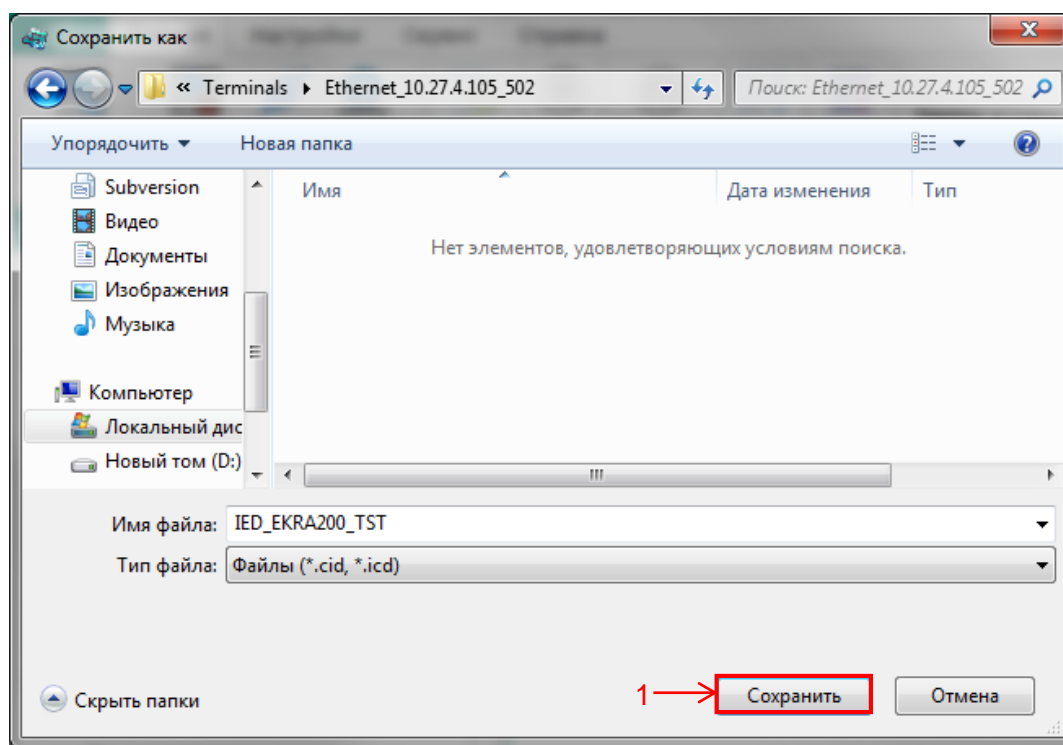

Рисунок 17 – Сохранение экспортированного SCL-файла
2.3.5.2 В открывшемся окне выбрать место для сохранения файла и нажать кнопку **Сохранить** (см. рисунок 17, поз. 1).